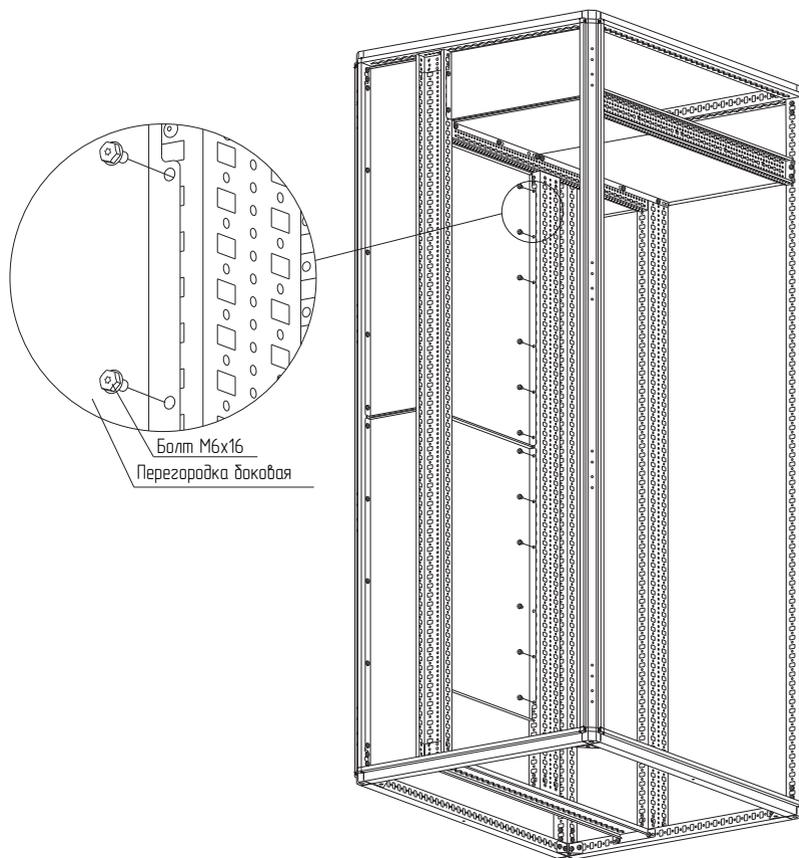

Рисунок 61
4.33.2 Закрепить перегородку боковую для распределительных шин на нужной высоте на стойках каркаса болтами М6×16 (рисунок 61). Момент затяжки – 7 Н·м. Болты приобрести отдельно.